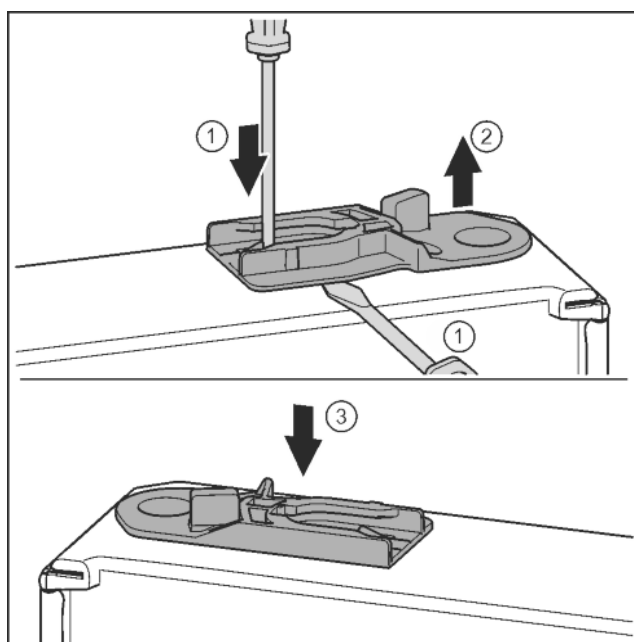

Fig. 35
- ▶ Vytáhněte vodící pouzdro: Stiskněte jazýček šroubovákem a současně plochým šroubovákem zajedte pod vodící pouzdro. Fig. 35 (1, 2)
- ▶ Vodící pouzdro přiložené v příslušenství zasuňte na druhé straně pláště. Fig. 35 (3)